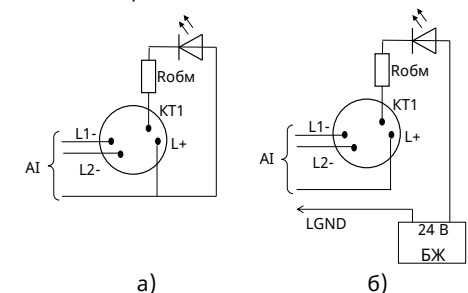

Рисунок 3 – Підключення ВПОС або світлодіода
4.2 Якщо за проектом використовують ВПОС з живленням від АІ, то його мінусовий контакт з'єднують з гвинтовою клемою з маркуванням «2» (КТ1), а плюсовий – гвинтовою клемою з маркуванням «1» (L+) (рис.3а, наявність Robm залежить від типу ВПОС і його робочого струму). Замість ВПОС допускається підключення світлодіода через резистор Robm з опором не менше 10 кОм. Для ВПОС слід підбирати світлодіод з малим струмом споживання (близько 2 мА).